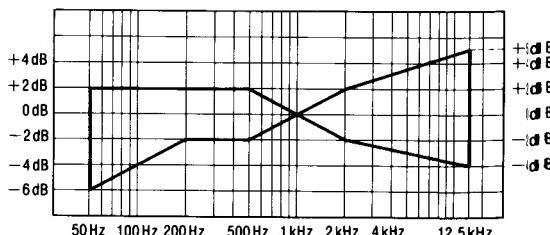

Fig. 5
4. Après cela, amplifier le signal enregistré sur la bande vierge CrO2 (QZZCRX) et la bande vierge métallisée (QZZCRZ) jusqu'à 14kHz et régler de la même manière que celle mentionnée ci-dessus. Puis, vérifier que le niveau de fréquence soit en deçà de la plage montrée à la Fig. 5.